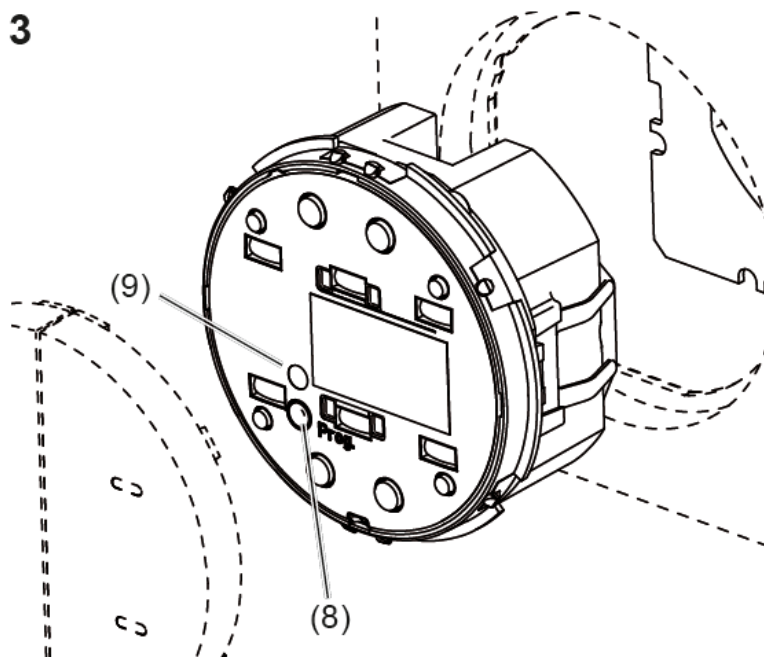

Bild 3
- Programmiertaste (Bild 3, 8) drücken um Programmiermodus zu aktivieren. Die Programmier-LED (Bild 3, 9) leuchtet.